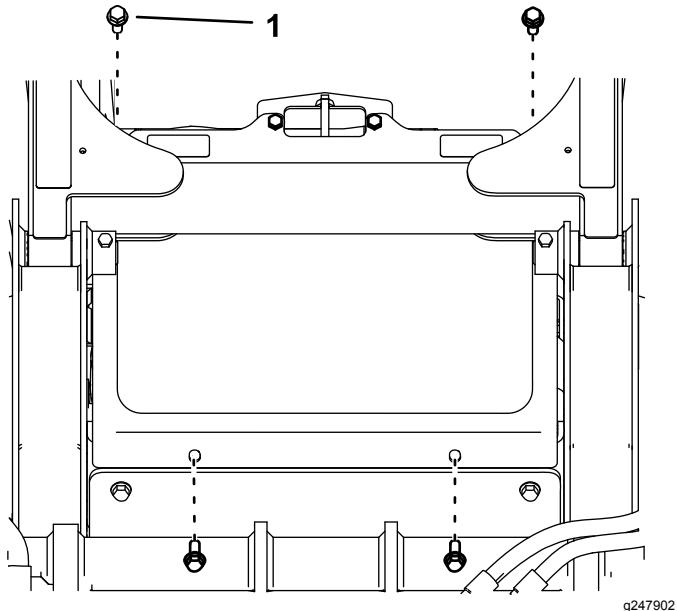

Bild 20
1. Befestigen Sie das vordere Gitter mit den zuvor entfernten vier Schrauben ($\frac{3}{8}$ " x 1") (Bild 20).